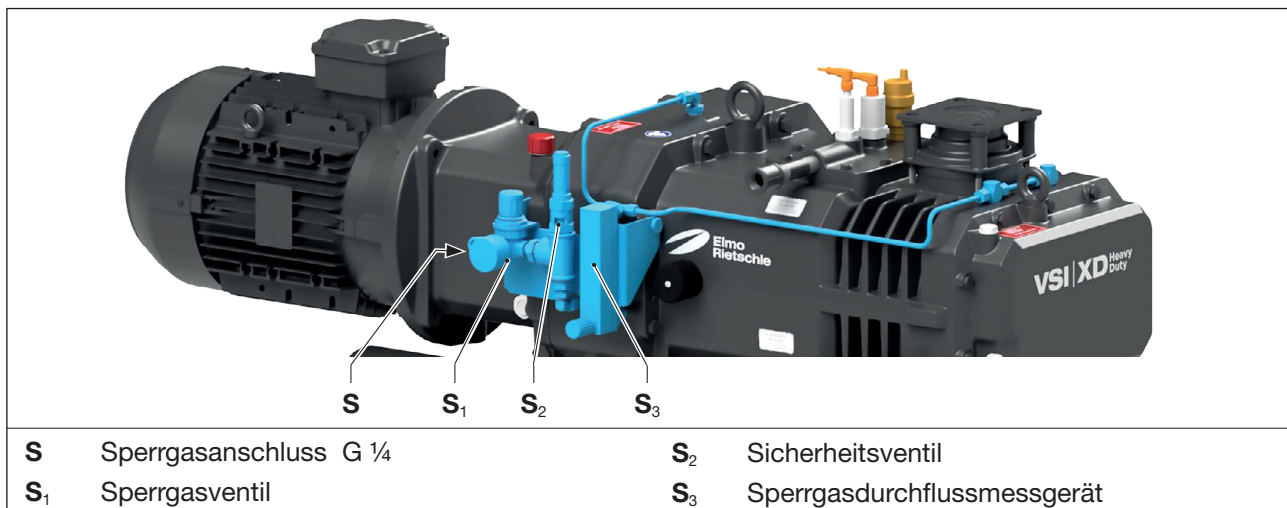

Abb. 15 Sperrgasanschluss mit Sperrgaseinrichtung
- Sperrgasleitung (Anschluss G ¼) an den Sperrgasanschluss (Abb. 15/S) anschließen.
- Druck am Druckregulierventil (Abb. 15/S1) prüfen. Falls nötig, Druck einstellen.
- Durchflussmenge am Sperrgasdurchflussmessgerät (Abb. 15/S3) kontrollieren.